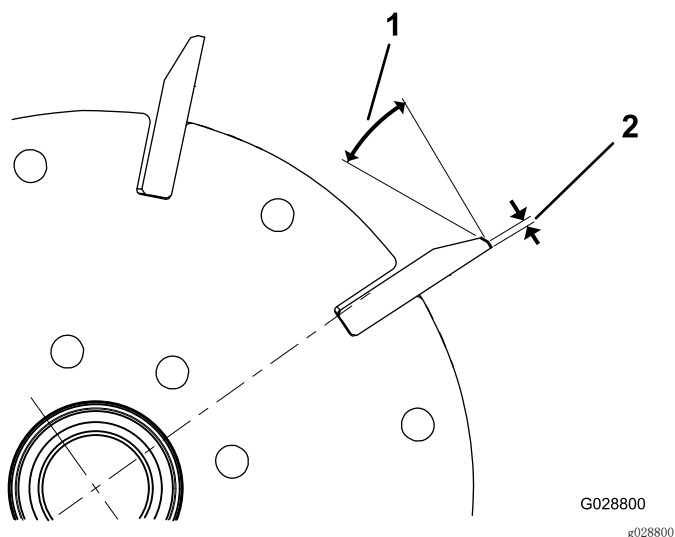

图64
1. 对所有滚刀棱面进行 30° 铲磨，直至棱面宽度达到 1.3mm（图64）。